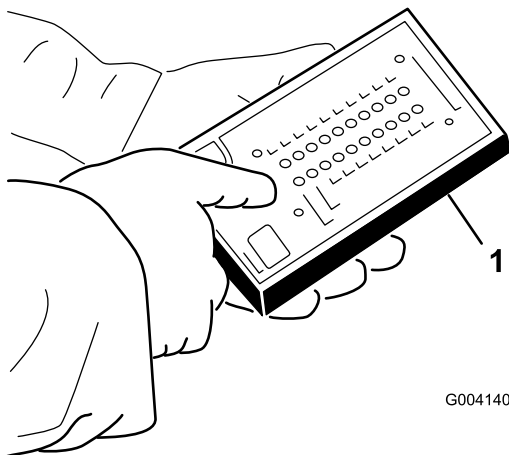

Figura 51
5. Conecte el conector de la pantalla diagnóstica ACE al conector del arnés (Figura 51).